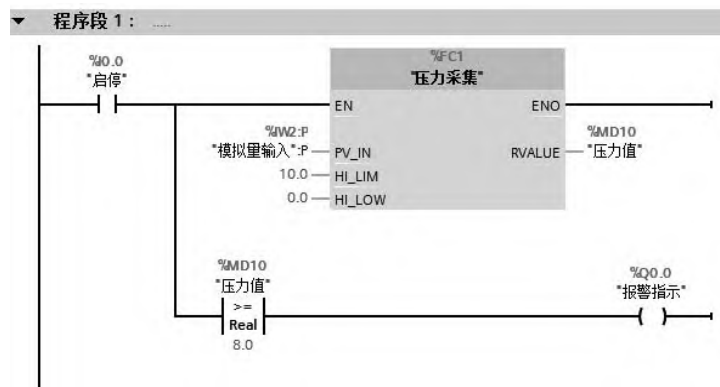

图 5-64 OB30 中的程序
⑤ 添加循环组织块 OB30，编写 LAD 程序，如图 5-64 所示。FC1 的管脚，与指令中的 SCALE 很类似，而且采集的压力变量范围在 0~10MPa 内。